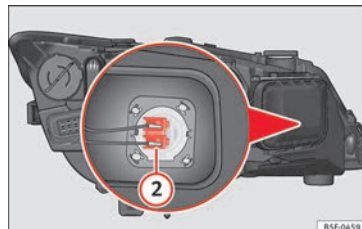

Fig. 108 Lâmpada da luz de máximos.
- Pressione a parte lateral do conector » **Fig. 108** ② para a esquerda ou para a direita e puxe.